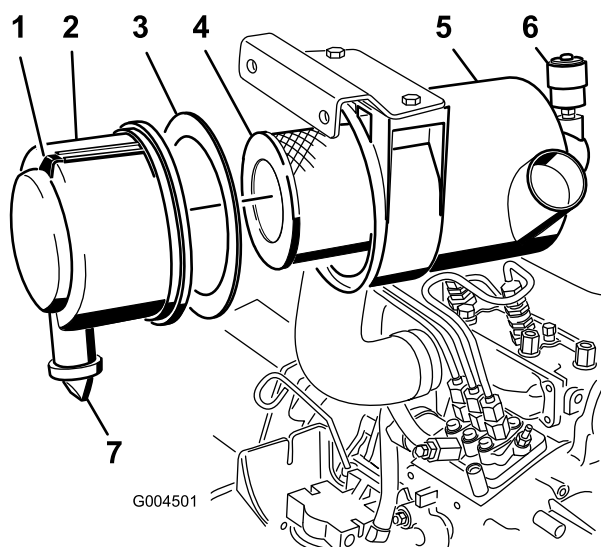

Figura 34
3. Effettuate la manutenzione dell'elemento filtrante quando la spia diventa rossa, oppure ogni 400 ore e più spesso in condizioni estreme di polvere o morchia (Figura 34).